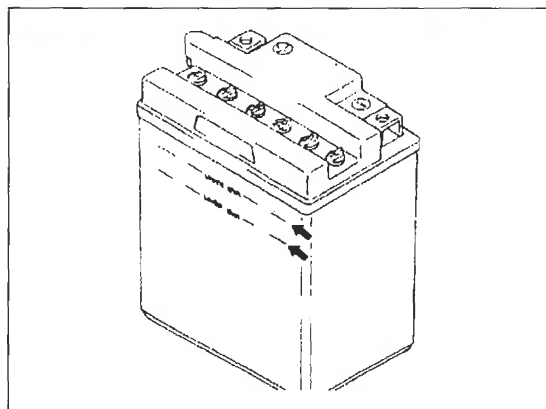

Bild 56
- Batterie-Flüssigkeitsstand muss zwischen oberer und unterer Pegelmarkierung liegen (Bild 56).